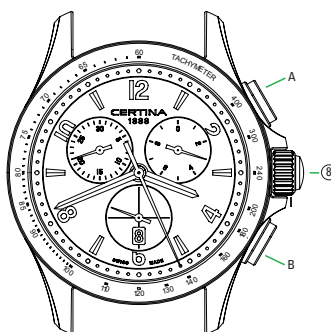

Fig. 2
- A** Aflezen van de tijd 2 (volgens fig. 2)